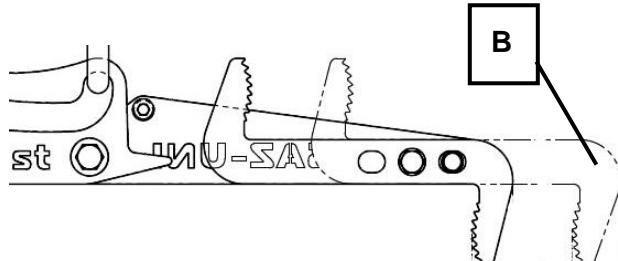
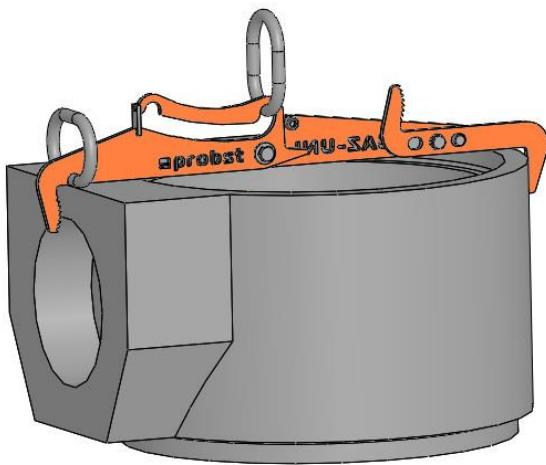

Bild 5
Bild 6
Beim Greifen von Muffenteilen (Bild 6) muss der bewegliche Greifarm (1) um 180° gedreht werden. Vergrößerung des Greifbereiches von 550 mm auf 625 mm (Greifbereich (B) siehe Bild 5). Hierzu Federriegel (2) etwas herausziehen und gleichzeitig verdrehen, bis sich der Greifarm bewegen lässt. Anschließend muss der Greifarm (1) durch erneutes Einrasten des Federriegels (2) arretiert werden.